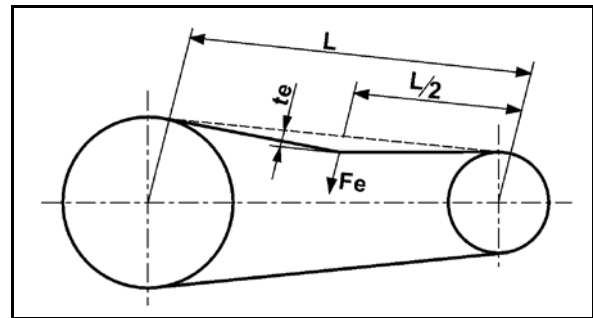

Fig. 183
- Kontroller at stempelmembranene (Fig. 183/8) fungerer som de skal minst én gang i året ved å demontere dem.
- Legg merke til hvordan ventilene på suge- og trykksiden er montert før du demonterer ventilgruppene (Fig. 183/5).
- Prinsipielt må alle stempelmembraner (Fig. 183/8) skiftes ut, også når bare én stempelmembran er svellet, brukket eller porøs.
2. Løsne mutterne (Fig. 183/1, 2).
3. Ta av suge- og trykkrøret (Fig. 183/3 og Fig. 183/4).
4. Ta av ventilgruppene (Fig. 183/5).
5. Fjern skruene (Fig. 183/6).
6. Ta av topplokket (Fig. 183/7).
7. Kontroller stempelmembranene (Fig. 183/8).
- Stempelmembranen (Fig. 183/8) festes til stampelet (Fig. 183/9) med støtteskive og skrue (Fig. 183/11), slik at kanten peker mot siden av topplokket (Fig. 183/7).
- Mutterne (Fig. 183/1,2) må alltid skrues fast over kryss med det oppførte dreiemomentet. Feil tiltrekking av mutrene gir spenninger som fører til at pumpen blir utett.
1. Skruen (Fig. 183/11) løsnes og stempelmembranen (Fig. 183/8) tas av stampelet (Fig. 183/9) sammen med støtteskiven.
3. Ta sylindren (Fig. 183/10) ut av pumpehuset.
6. Sett sylindren (Fig. 183/10) inn i pumpehuset igjen.
7. Monter stempelmembranen (Fig. 183/8).
8. Toppløkket (Fig. 183/7) flenses til pumpehuset og skruene (Fig. 183/6) trekkes jevnt til over kryss.
9. Når ventilgruppene (Fig. 183/5) er kontrollert og rengjort, monteres de igjen.
11. Suge- (Fig. 183/3) og trykkanalen (Fig. 183/4) flenses på pumpehuset.
12. Trekk til mutterne (Fig. 183/1,2) over kryss med et dreiemoment på **25 Nm (BP 160-185) / 20 Nm (AR 250-280)**.